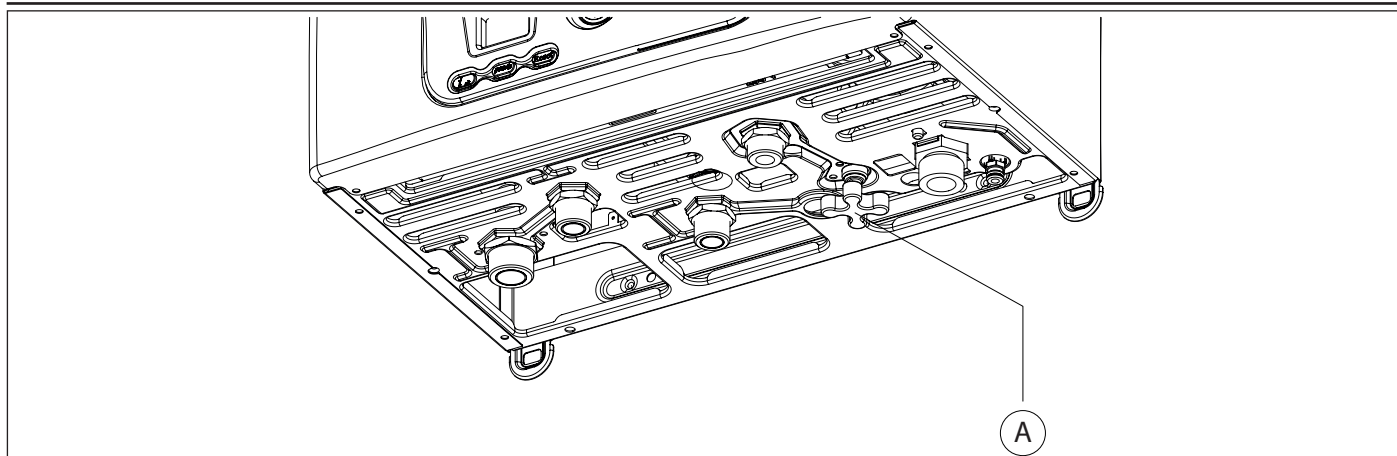

Fig. 2 Grifo de llenado
Llenar la instalación actuando sobre el grifo de llenado (A) (ver Fig. 2 Grifo de llenado).